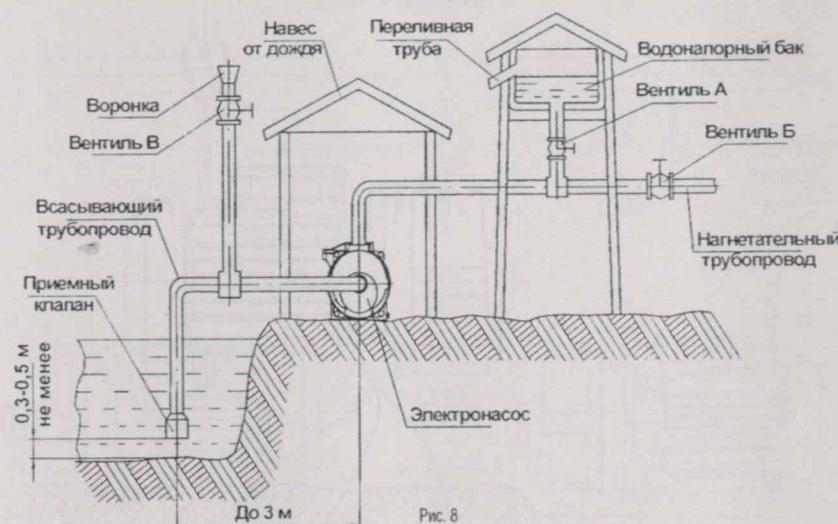
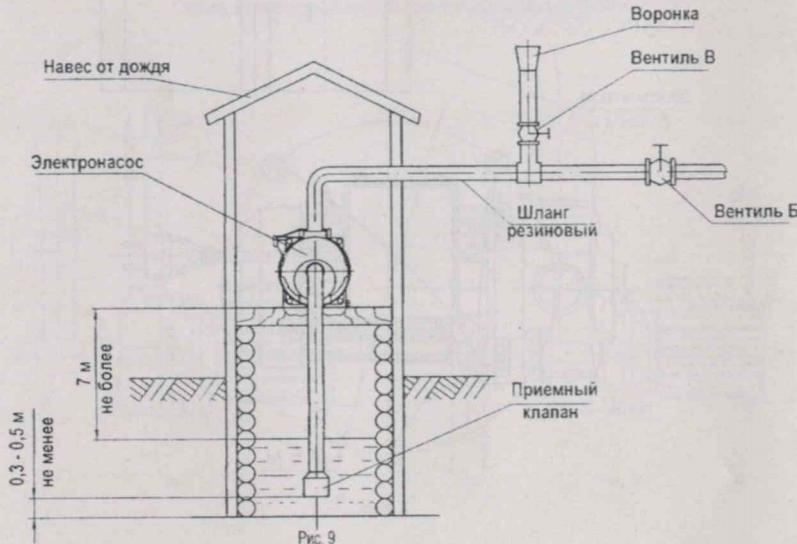

Рис. 8
Рис. 9
5.6 Электронасос комплектуется приемным клапаном (рис.8), который препятствует попаданию в электронасос посторонних предметов, а также удерживает воду во всасывающем трубопроводе при перерывах в работе электронасоса.
6.6 Электронасос рассчитан на продолжительную работу. Предпочтительный расход воды 0,5 л/с (1,8 м3/ч). Расход воды можно регулировать вентилем или краном, который устанавливается на нагнетающем трубопроводе (рис.8).
6.12 При перекачке воды из открытого водоема (рис.8), колодца (рис.9) или скважины, расстояние от дна водоема до приемного клапана должно быть не менее 0,3 м.